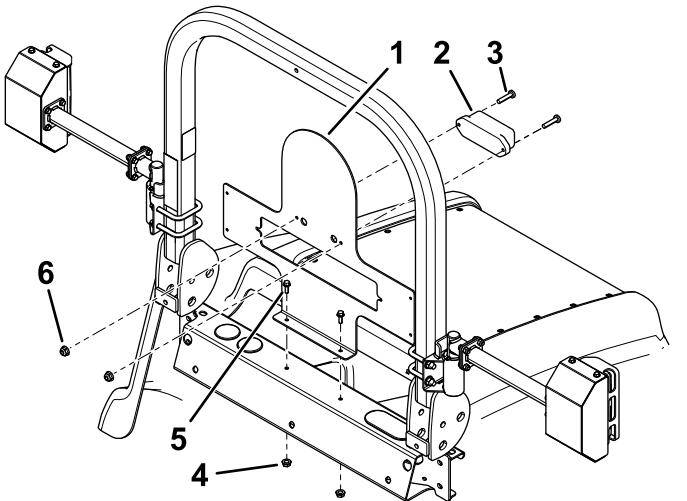

Figure 8
2. Montez la plaque de fixation d'éclairage et le feu central arrière (Figure 8).